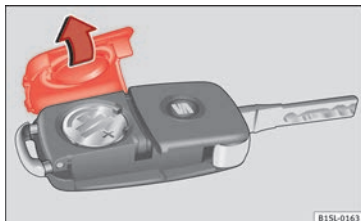

Fig. 30 Chiave del veicolo: copertura del vano della batteria.
- Togliere il coperchio della parte posteriore della chiave del veicolo »»» fig. 30 nel senso della freccia »»» ❶.
- Posizionare il coperchio della chiave del veicolo, premendolo come indicato »»» fig. 30, nel senso contrario alla freccia, fino a che si incastra.
❶ ATTENZIONE